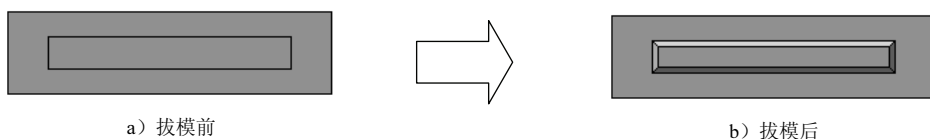

图 4.3.14 拔模特征 1
③ 选择下拉菜单 **插入(I)** → **退出草图** 命令，退出草绘环境，此时系统弹出“凸台-拉伸”对话框。
(3) 定义拉伸深度属性。
- ① 定义深度方向。采用系统默认的深度方向。
- ② 定义深度类型和深度值。在“凸台-拉伸”对话框 **方向 1** 区域的下拉列表中选择 **两侧对称** 选项，在 **D1** 文本框中输入深度值 60，选中 **合并结果(M)** 复选框。
(4) 单击  按钮，完成凸台-拉伸 2 的创建。
Step4. 创建图 4.3.14 所示的零件特征——拔模 1。